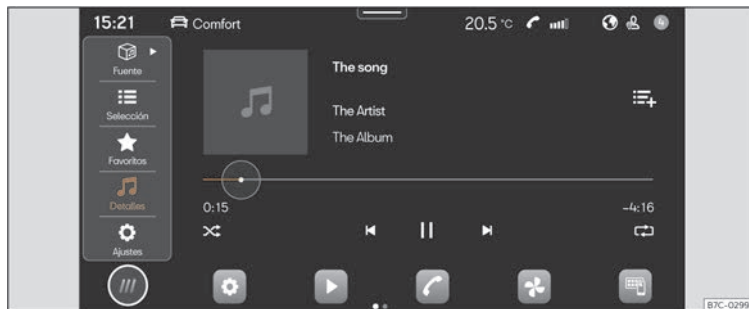

Fig. 153 Representación esquemática: Vista Multimedia.
- Pulse **HOME** > ► >>> **fig. 153**.